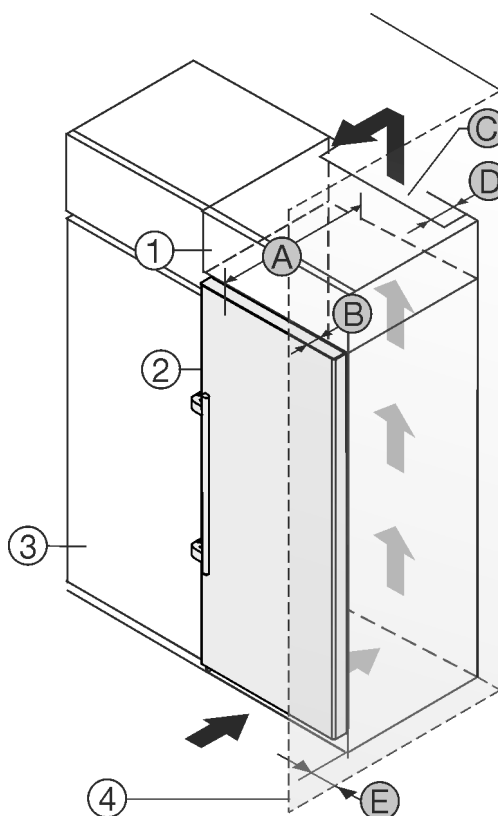

Fig. 1
Můžete přístroj nainstalovat přímo vedle kuchyňské skřínky Fig. 1 (3).
Na zadní straně nastavné skříňky musí být větrací šachta hluboká Fig. 1 (D) přes celou šířku nastavné skříňky.
Pod stropem místnosti musí být dodržen ventilační průřez Fig. 1 (C).
Když přístroj instalujete závěsy vedle stěny Fig. 1 (4), musí být vzdálenost mezi přístrojem a stěnou minimálně 57 mm. To odpovídá přesahu madla při otevřených dveřích.
Aby bylo možné dvířka plně otevřít, musí přístroj přesahovat o hloubku dvířek Fig. 1 (B) vůči přední linii kuchyňské skříňky. V závislosti na hloubce kuchyňských skříněk Fig. 1 (3) a použití vymezočů odstup od stěny může přístroj vyčnívat dále.